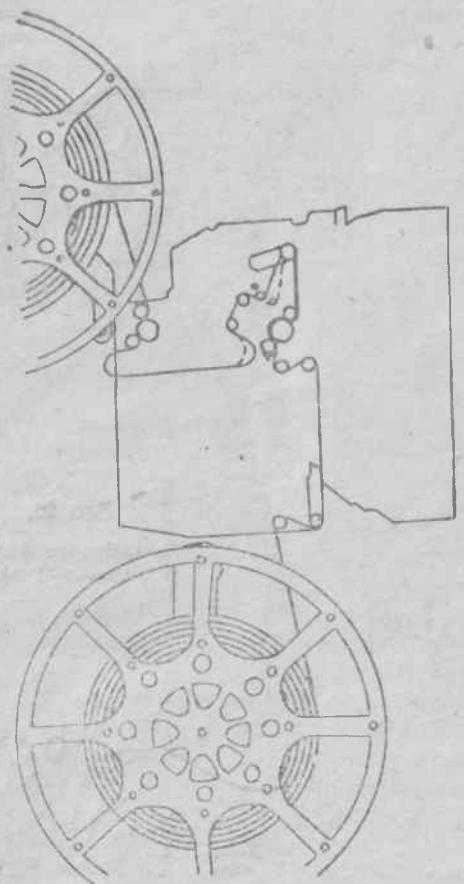

Рис. 24. Схема зарядки фильма:
Зарядку фильма в кинопроектор производите согласно схеме, показанной на рис. 24, придерживаясь следующего порядка:
10. Протяните фильм через ролики, расположенные перед и под фонарем (рис. 24), и закрепите его конец на бобине наматывателя.